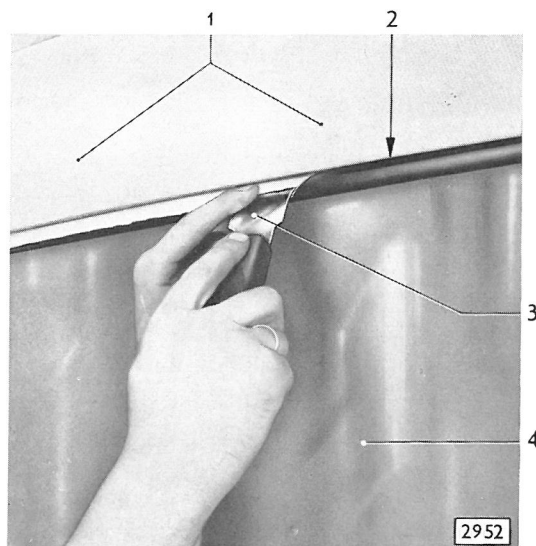

Bild 195 - Himmel hinter Gummifassung schieben
11. Den nur provisorisch über der Rückwandscheibe am Dachrahmen bzw. an der Hintersäule angeklebten Himmel wieder lösen. Anschließend Klebeflächen zwischen Dachrahmen bzw. Hintersäule und Rückwandscheiben-Gummifassung mit dem, dem Himmel entsprechend, vorgeschriebenen Kleber bestreichen. Himmel gleichmäßig und faltenfrei nach hinten ausspannen und am Dachrahmen bzw. an der Hintersäule festkleben. Überhängenden Himmel bis auf Gummifassungsbreite abschneiden und über Mitte Rückwandscheibe beginnend mit Köderstemmer SW-158 nach beiden Seiten zwischen Gummifassung und das mit dem entsprechenden Kleber bestrichene Karosserieblech wie in Bild 195 gezeigt eindrücken.